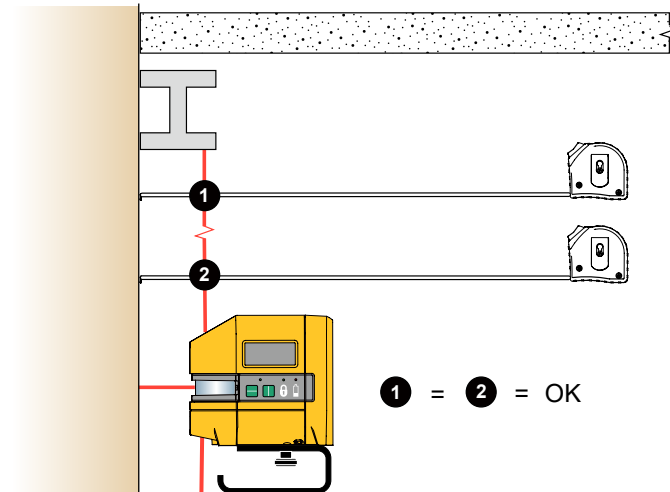

Figure 6. Vérification de l'aplomb de l'élément existant
2. Mesurez la distance entre l'élément et le laser à diverses distances du Produit. Voir la Figure 6.